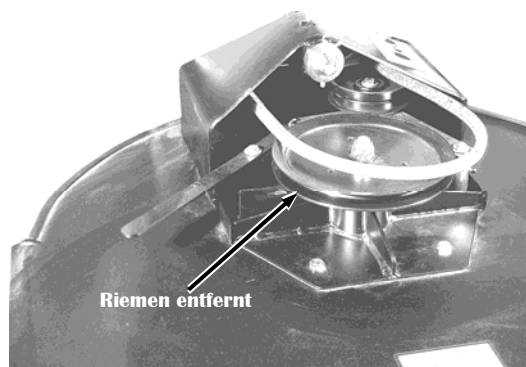

Abbildung 18
3. Entfernen Sie den Riemen von der Riemenscheibe (**Abbildung 18**) und lassen diesen dann von der Riemenscheibe unter den Mäher fallen.